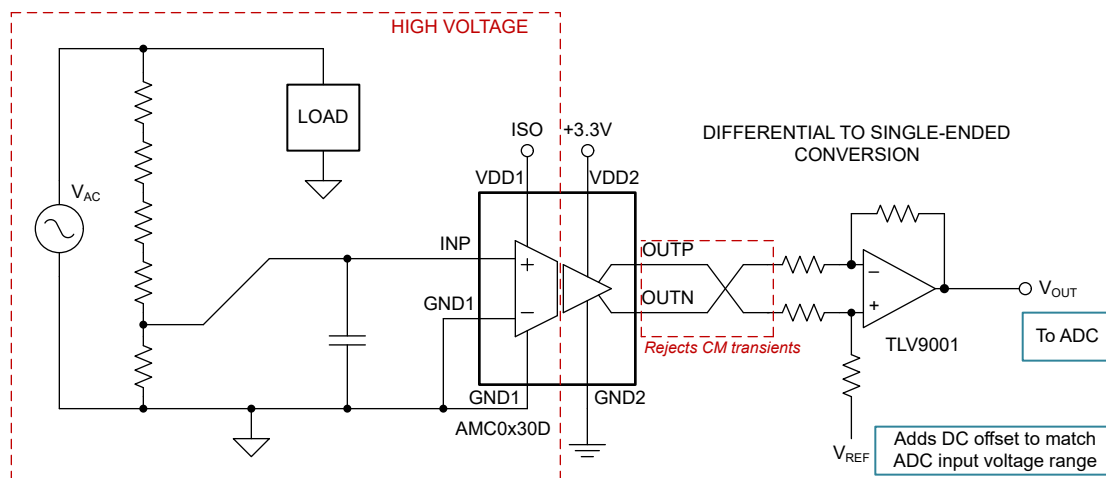
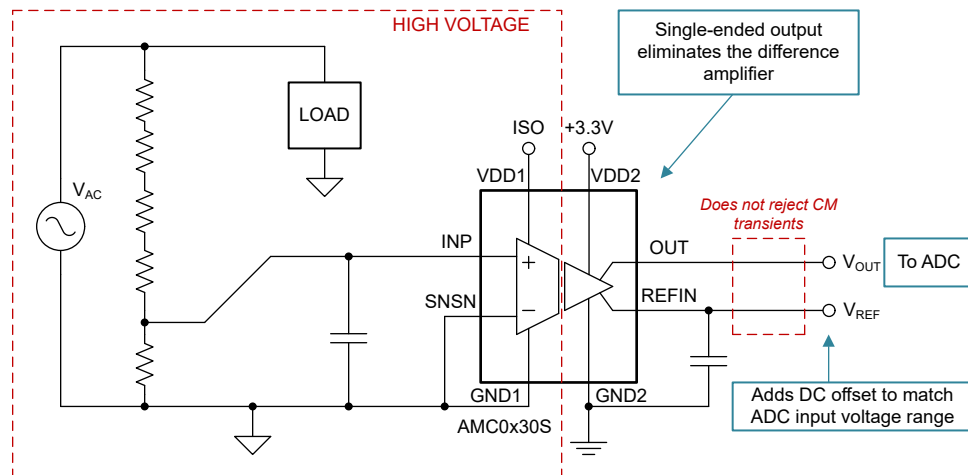

图 1-1. 具有差分输出的系统示例
图 1-2. 具有单端输出的系统示例
最常见的隔离式放大器版本具有全差分输出，如 图 1-1 所示。在共模 (CM) 噪声可能干扰放大器和模数转换器之间的信号链的系统中，该配置非常有用。不过，如果系统对共模噪声并不敏感，那么单端输出型隔离式放大器 (图 1-2) 就不需要额外配置差分放大器，而在差分输出的情况下，这类差分放大器通常是必不可少的。AMC0x30S 系列电压检测器件就是一个很好的示例，可提供两种输出类型。